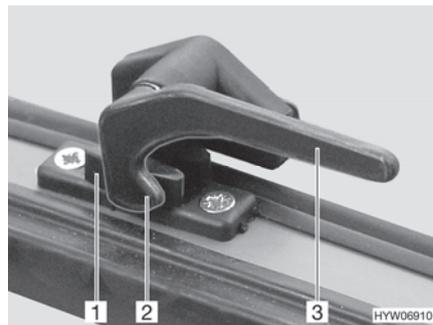

Fig. 36 Leva di serraggio in posizione "Chiuso"
- Ruotare la leva di serraggio (Fig. 36,3) di un quarto di giro verso il centro della finestra.
- Ruotare la leva di serraggio (Fig. 36,3) di un quarto di giro verso il telaio della finestra. Il nasello di chiusura (Fig. 36,2) si trova sul lato interno della chiusura della finestra (Fig. 36,1).
- In posizione "Completamente chiusa" (Fig. 36)